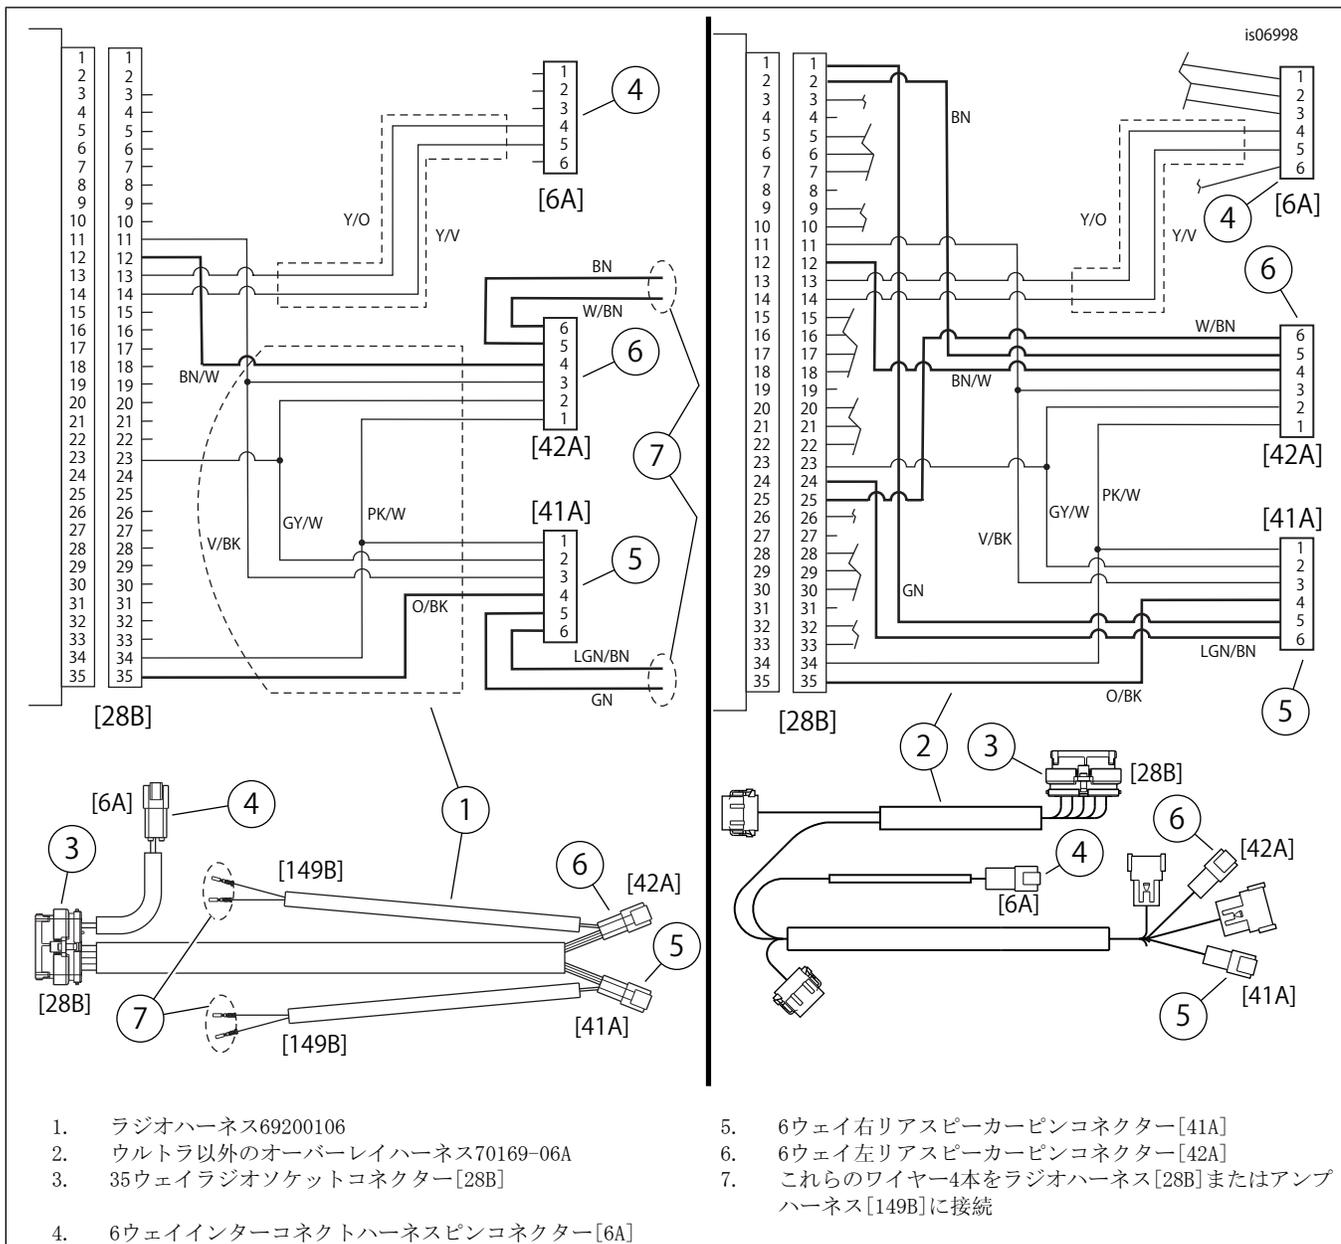

図5。ラジオハーネス/ウルトラ以外のオーバーレイハーネス配線図
5. 「図5」を参照してください。未完了の場合は、ラジオハーネス(1)またはウルトラ以外のオーバーレイハーネス(2)からラジオの後方に、35ウェイソケットハウジング[28B](3)を差し込みます。6ウェイピンハウジング[6A](4)を車両インターコネクタハーネスに接続します。ケーブルストラップで固定します。